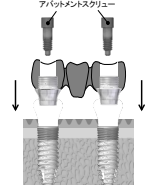

図 6-4
(4) 作製した最終補綴物を洗浄・滅菌し、滅菌したアバットメントスクリューを用いて口腔内のフィクスチャーに固定する(締結トルクは、NP は 20 N・cm、RP/WP は 30 N・cm)(図 6-4)。